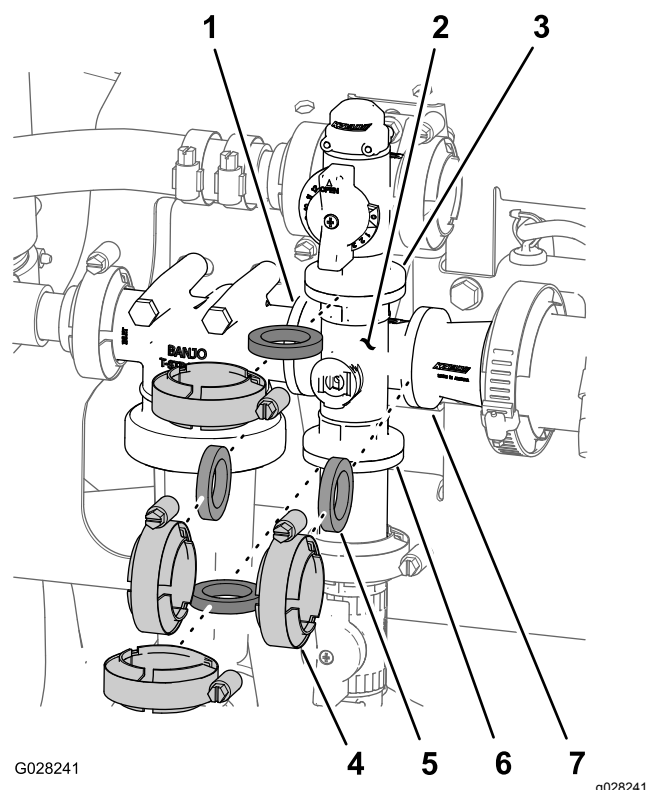

Рисунок 78
1. Снимите хомуты и прокладки крепления коллекторного клапана перемешивания (Рисунок 78) к перепускному клапану перемешивания, головке фильтра линии нагнетания, переходной муфте и переходному штуцеру (дрессельный клапан перемешивания).